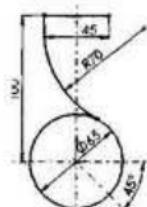

图 2-21 绘制相切圆弧
- (4) 单击草图工具栏中的 (3 点圆弧) 工具，以直线的左端点和圆 1 的边线为起点完成如图 2-21 所示的圆弧 1 的绘制。然后定义圆弧 1 与圆 1 的“相切”几何关系，并定义圆弧 1 的半径尺寸使形体处于完全定义的状态。